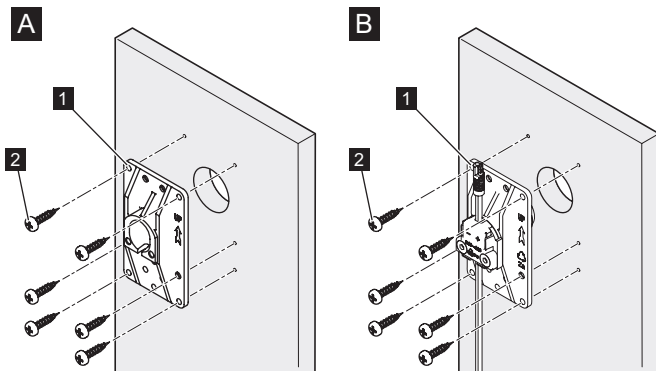

Fig. 10: Montage auf Holzpaneel
Die Montage ist bei der Steckhülse ohne Elektrifizierung (Fig. 10/A) wie bei der Steckhülse mit Elektrifizierung (Fig. 10/B) identisch.
2. Steckhülse einsetzen (Fig. 10/1).
3. Holzschrauben (Fig. 10/2) durch die dafür vorgesehenen Löcher der Steckhülse in das Paneel schrauben und mit 3 Nm anziehen.